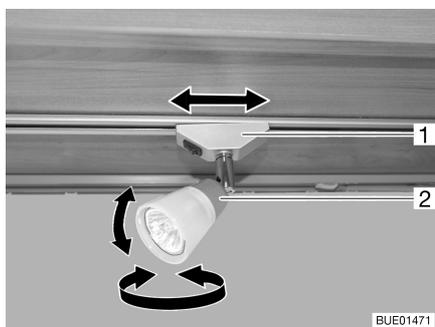

Fig. 26 Faretto
- Afferrare l'involucro (Fig. 26,2) e girarlo.
- Afferrare il supporto (Fig. 26,1) e ruotarlo di circa 45°.
- Afferrare il supporto (Fig. 26,1) e ruotarlo di 90°.